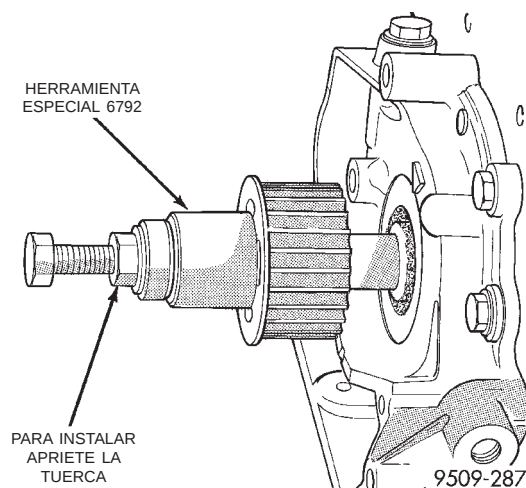

Fig. 113 Rueda dentada del cigüeñal—instalación
- (7) Instale la rueda dentada del cigüeñal, utilizando la herramienta especial 6792 (Fig. 113).
- (8) Instale el tubo de absorción de la bomba de aceite y el colector de aceite.
- (9) Instale la correa de distribución. Consulte el procedimiento en esta sección.
- (10) Conecte el cable negativo de la batería.